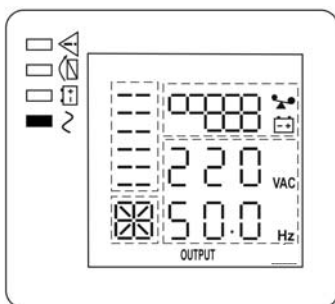

Рисунок 9 — состояние ЖК-дисплея и индикаторов в режиме «ОСНОВНОЙ»
- Включите изделие комбинацией кнопок + (см. п.1 таблицы 2). Изделие выполнит автоматическое самотестирование, определит качество входного сетевого напряжения и уровень нагрузки. Процесс самотестирования сопровождается последовательным включением/выключением всех индикаторов. После самотестирования изделие перейдет в режим «ОСНОВНОЙ» и продолжит заряд АКБ. Индикатор «БАЙПАС» погаснет, а индикатор «ИНВЕРТОР» включится (см. рисунок 9).
- Включите нагрузки. Если нагрузок много, необходимо включать их последовательно, одну за другой, на ЖК—дисплее отобразится уровень нагрузки (см. рисунок 9 ).
Вновь подать сетевое напряжение. Изделие должно автоматически перейти в режим «ОСНОВНОЙ» (см. рисунок 9), либо в режим «ЭКО», если параметр ЕСО включён (см. Приложение 2, описание настройки параметров изделия).